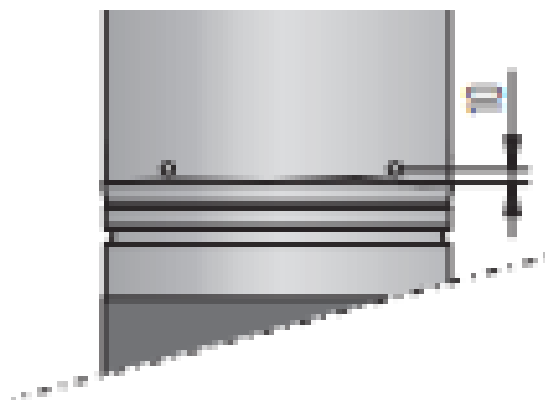

Fig. 2 Verbinden met popnagels
- Zet de verbinding vast met popnagels. Deze moeten gelijkmatig rondom het element worden geplaatst (zie Fig. 2).